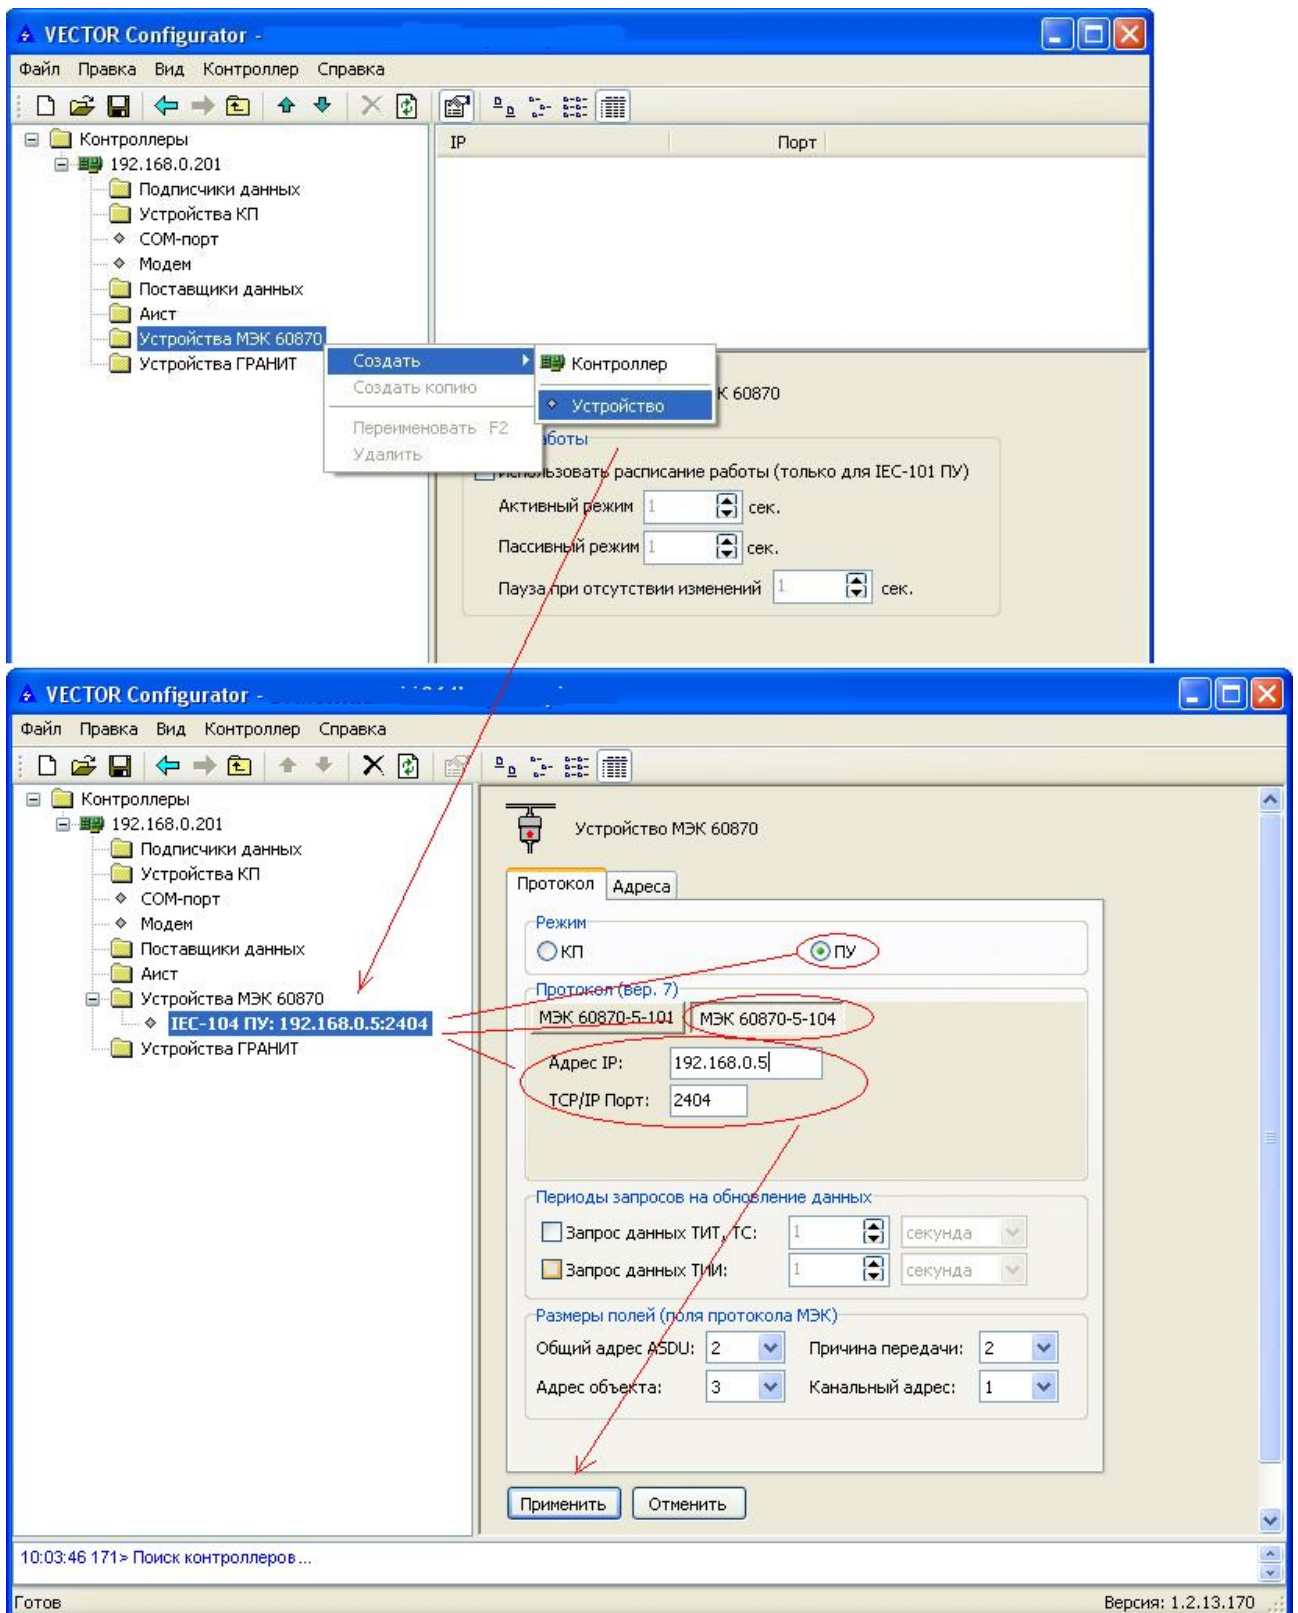

Рисунок 8 – Добавление устройства **МЭК-104 ПУ** в параметры модуля XPort
- 6) добавьте устройство **МЭК-104 ПУ** в параметры модуля XPort - для опроса сервера данных, укажите «IP адрес» и «Порт» сервера (источника) данных (рисунок 8);